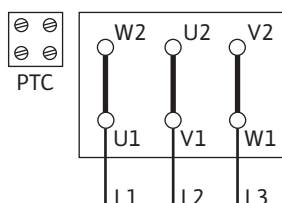

Fig. 10: Y-Δ-start
- Nätanslutningen är beroende av motoreffekten P2, nätspänningen och tillslagstypen. Nödvändiga byglingar i kopplingsboxen anges i följande tabell samt Fig. 10, 11 och 12.